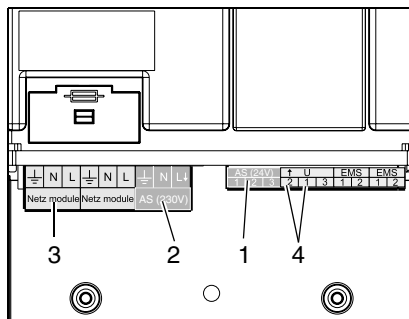
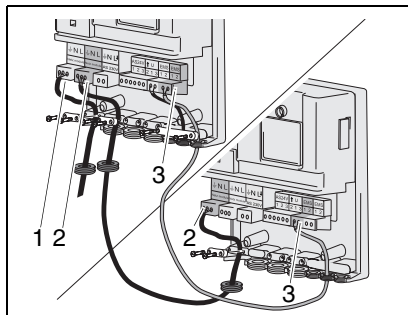

Fig. 2 Collegamenti
Fig. 4 Collegare tra loro due moduli, realizzare l'allacciamento alla rete
a) Contatto AS 24 V (fig. 2, pos. 1)
b) Contatto AS 230V (fig. 2, pos. 2)
Per collegare tra loro due o più moduli, l'allacciamento alla rete (fig. 4, pos. 2) e il morsetto EMS (fig. 4, pos. 3) possono essere collegati in successione.
- Realizzare l'allacciamento alla rete (fig. 4, pos. 1 e fig. 2, pos. 3).